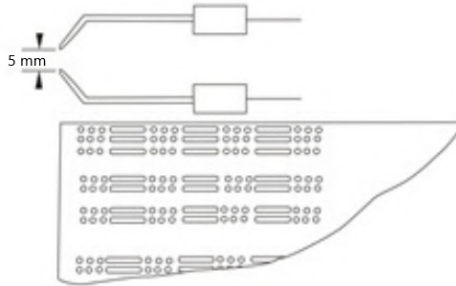

Abbildung 12
- Überprüfen Sie regelmäßig die Position der Startelektroden. Siehe Abbildung 12, Seite 19.